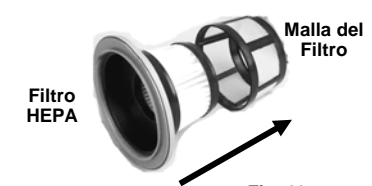

Fig. 10
5. Separar la malla del cartucho del filtro HEPA agarrando la malla con una mano y el marco del filtro con la otra, y tirar de ellos. (Fig. 10)